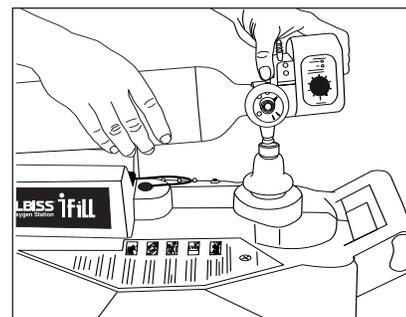

Figure 2
4. Placez la bouteille sur le berceau en alignant le raccord de mamelon de la bouteille d'oxygène sur le raccord de remplissage. Appuyez sur la bouteille jusqu'à ce que vous entendiez un déclic indiquant qu'elle est enclenchée (Figure 2). **REMARQUE**– Pour soutenir les bouteilles d'oxygène M4 ou M6 plus petites, placez l'adaptateur de bouteille/capuchon du raccord de remplissage dans le berceau. Les bouteilles d'oxygène ML6, C, D ou E plus grandes n'ont pas besoin de l'adaptateur de bouteille/capuchon de raccord de remplissage pour tenir, et ce dernier peut donc pendre sur le côté.